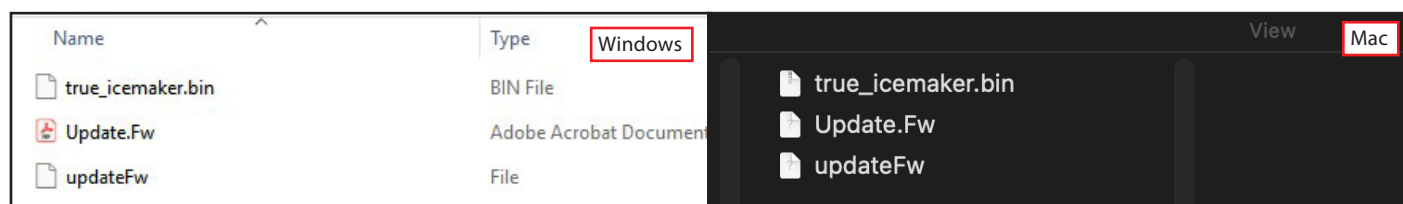

Fig. 7. Ouvrez le dossier du micrologiciel.
7. Ouvrez le dossier du micrologiciel téléchargé (ZIP). Voir Fig. 7.